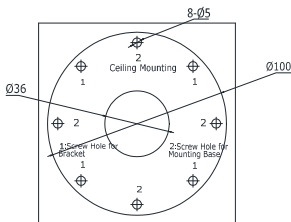

Abbildung 2-5 Bohrlöcher in der Wand / Decke
1. Kleben Sie die Bohrschablone (beiliegend) an die gewünschte Position an der Wand. Bohren Sie Löcher für die Schrauben anhand der Markierung 2 auf der Schablone in die Wand. Siehe Abbildung 2-5.